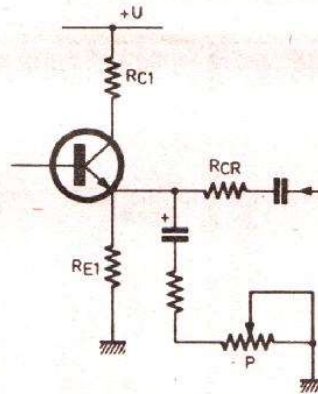

Fig. 11. - Dosage de la contre-réaction.
Un ou plusieurs condensateurs placés judicieusement permettent de faire varier la contre-réaction, donc le gain, en fonction de la fréquence. Sur le schéma de la figure 6, le condensateur voit sa réactance augmenter, d'autant plus que les fréquences sont plus basses, ce qui a pour effet de diminuer la contre-réaction, d'où un gain plus fort à ces fréquences. Le même effet pourrait être obtenu par un condensateur placé en parallèle sur la résistance R_{E1} . Sur la figure 11, nous avons représenté un tel circuit, utilisant un potentiomètre (P) afin de remonter plus ou moins le signal en amplitude.